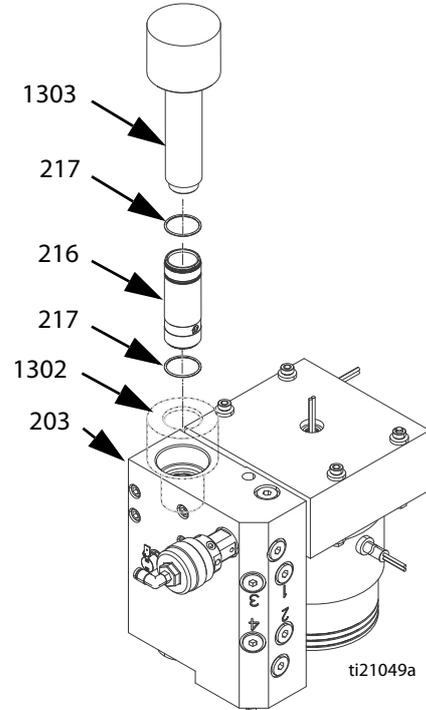

Рис. 31
2. Вставьте охватывающий инструмент (1302) для установки цилиндра в выпускной коллектор (203) расплавителя для защиты уплотнений от острых резьбовых соединений. См. Рис. 31.